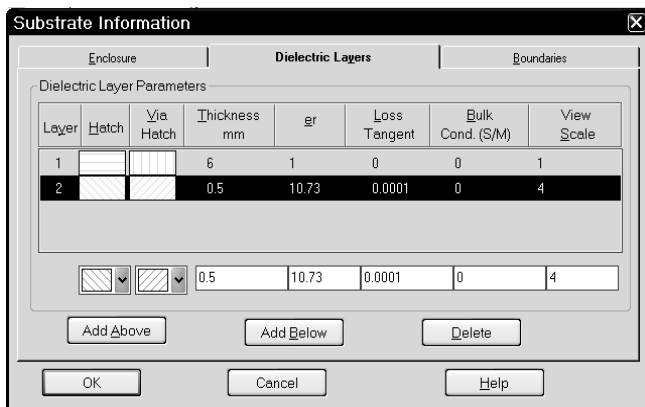

Рис. 1.32
9. На вкладке **Dielectric Layers** (Диэлектрические слои, рис. 1.32) отметьте верхнюю строку и в нижней строке редактирования в поле **Thickness** (Толщина) введите **6**.